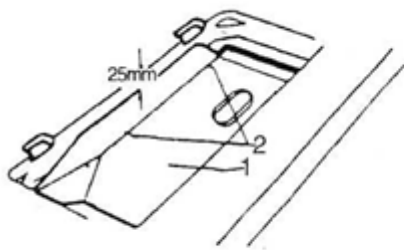

Рисунок 1
Зафиксируйте диск (1) с 4-мя шпильками (2) в проёме пластины. Убедитесь, что расстояние между масляным диском и поверхностью пластины составляет 25 мм. Правая сторона масляного диска должна быть на одной линии с правой стороной каркаса пластины (см. рисунок 1).